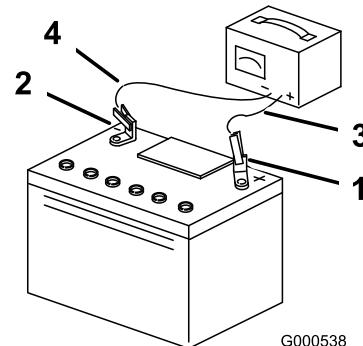

Bild 59
- Ziehen Sie den Stecker des Ladegeräts aus der Steckdose, wenn die Batterie ganz aufgeladen ist. Klemmen Sie dann die Klemmen des Ladegeräts von den Batteriepolen ab (Bild 59).